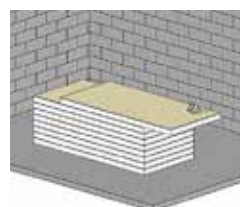

Fig. 1a : Découpe à la scie égoïne (uniquement Polyplac Phonik et Polyplac)
- Polyplac Phonik et Polyplac : si nécessaire, découper le panneau à la hauteur requise à l'aide d'une scie égoïne (fig. 1a). Disposer des plots de mortier adhésif Knauf (MAK 3) de 200 g environ à raison de 4 plots sur la largeur, disposés tous les 40 cm (fig. 1b). Les plots seront disposés à 10 cm des bords des panneaux. La consommation de mortier est de l'ordre de 2,5 à 3,5 kg/m².